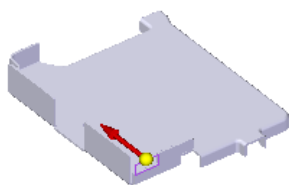

图 8.4.39 定义移除方向
③ 单击“主页”操控板中的“关闭草图”按钮 ，退出草图绘制环境。
(3) 定义除料特征属性。在命令条中单击  按钮，单击“穿透下一个”按钮 ，并定义除料方向如图 8.4.39 所示，单击鼠标左键。
(4) 单击  按钮，完成特征的创建。